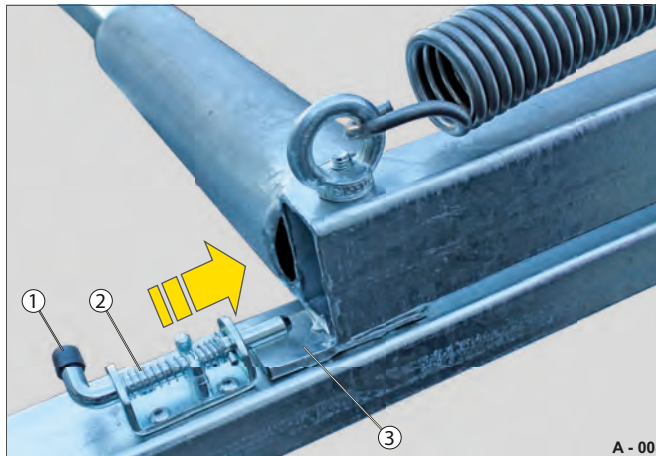

Fig. 26 Låserigel låst
► Drej låserigelen (Fig. 26 /1) 90 °, og slip den igen.
Trykfjederen (Fig. 26 /2) trykker rigelen ind i den låste stilling.
Lasken (Fig. 26 /3) på bremserammen er låst.